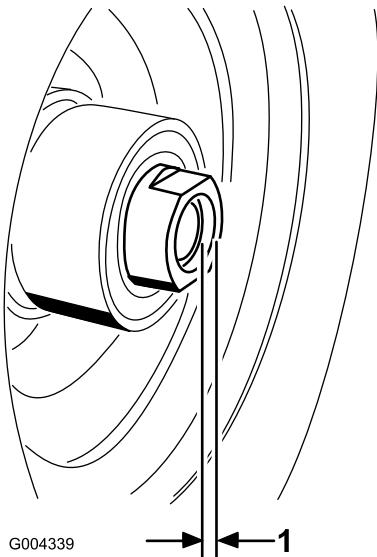

Figure 26
11. Si les deux écrous-entretoises ont été retirés, appliquez du frein-filet sur leur filetage. Vissez les écrous-entretoises sur l'essieu en les faisant dépasser de 3 mm (1/8") au bout de l'essieu (Figure 26).
16. Serrez l'écrou-entretoise à 8-9 Nm (75-80 po-lb), puis desserrez-le et resserrez-le à 2-3 Nm (20-25 po-lb). Attention à ne pas faire dépasser l'essieu de l'écrou (Figure 26).